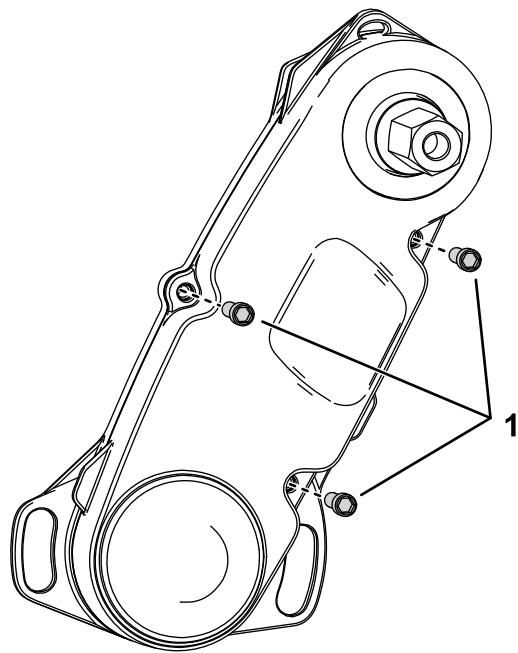

Figure 6
10. Reposez le couvercle sur l'entraînement du cylindre à l'aide des boulons retirés à l'opération 5 (Figure 6).